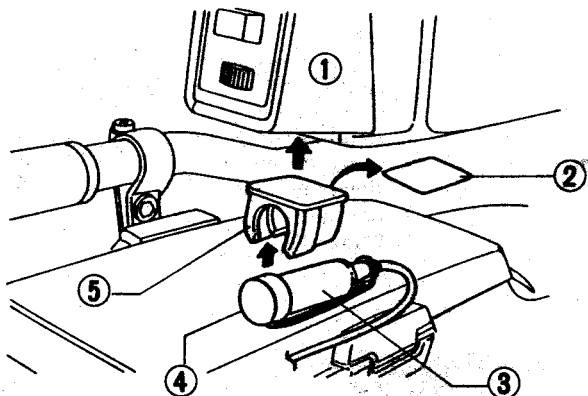

Fig. 4
- 2) Install the plate (1) on the bottom of the remote-control box with two screws (7).
- 4) Remove the protective paper from headset connector holder (4) exposing adhesive surface. Stick the headset connector holder (4) to the plate under the remote-control box, mounting the rear headset connector in a direction shown in Fig. 4.
- 2) Installer la plaque (1) à la base du dispositif de commande à distance en se servant de deux vis (7).
- 4) Lorsque le papier de protection du connecteur de casque d'écoute (4) est décollé, une surface adhésive est mise à jour. Coller le support de connecteur de casque d'écoute à un endroit réservé à cet usage sous le coffret de commande à distance et orienter le connecteur de casque d'écoute arrière dans la direction indiquée sur la figure 4.